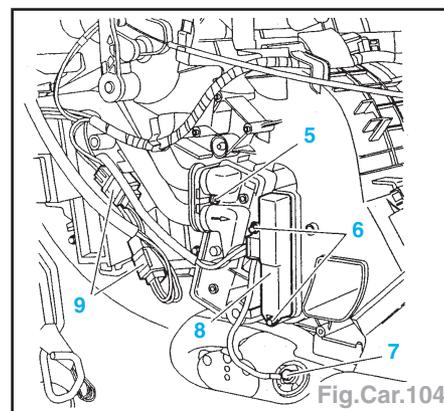

Fig.Car.104
- Déposer la vis (2).
- Ecarter la plaque de maintien (3) du tablier.
- Déposer (Fig.Car.104) :